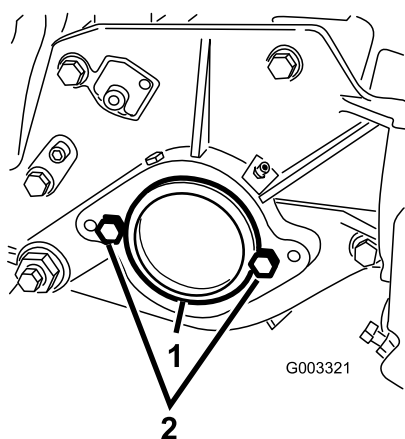

図 7
2. カッティングユニット右側のベアリング・ハウジングについているプラスチック製のプラグを外す(図 7)。
3. 右側サイドプレートからキャップスクリュ2本を取り外す(図 7)。
5. カッティングユニットの左側サイド・プレートに、リール・モータ取り付け用のキャップスクリュ2本を仮止めする(図 7)。